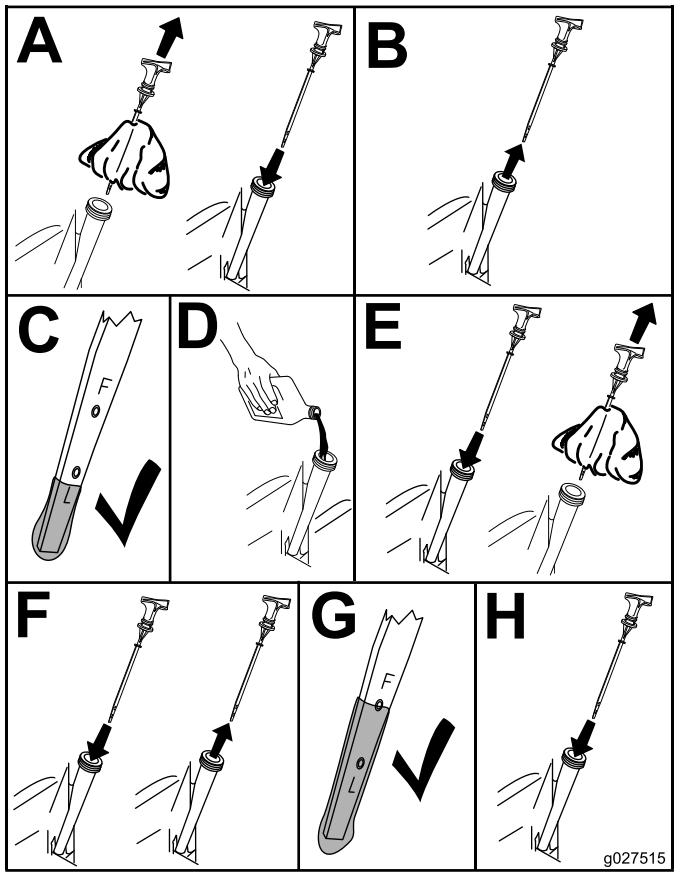

Figure 31
- Contrôlez le niveau d'huile moteur (Figure 31).